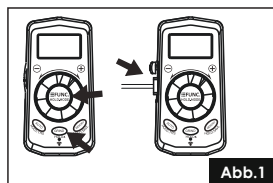

Abb.1
- Zum Aufladen des wiederaufladbaren Li-Ionen-Akkus der Bluetooth-Fernbedienung verwenden Sie bitte ein Ladekabel vom Typ C. Der Ladeanschluss befindet sich seitlich an der Bluetooth-Fernbedienung (siehe Abb. 1).
- **Grind-Modus:** Halten Sie die Grind-Taste auf dem Bluetooth-Controller für ca. 1,0 Sekunde gedrückt (siehe Abb. 1), um schnell in den Grind-Modus zu wechseln.